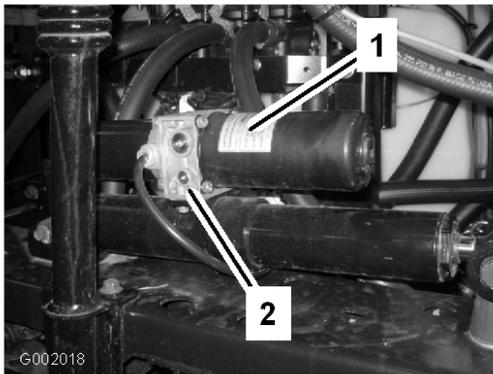

図 46
1. 各アクチュエータについている手動リリーフ・バルブを探し出す。アクチュエータのボディの片側だけについている小さいほうのバルブが手動リリーフ・バルブである (図 46)。